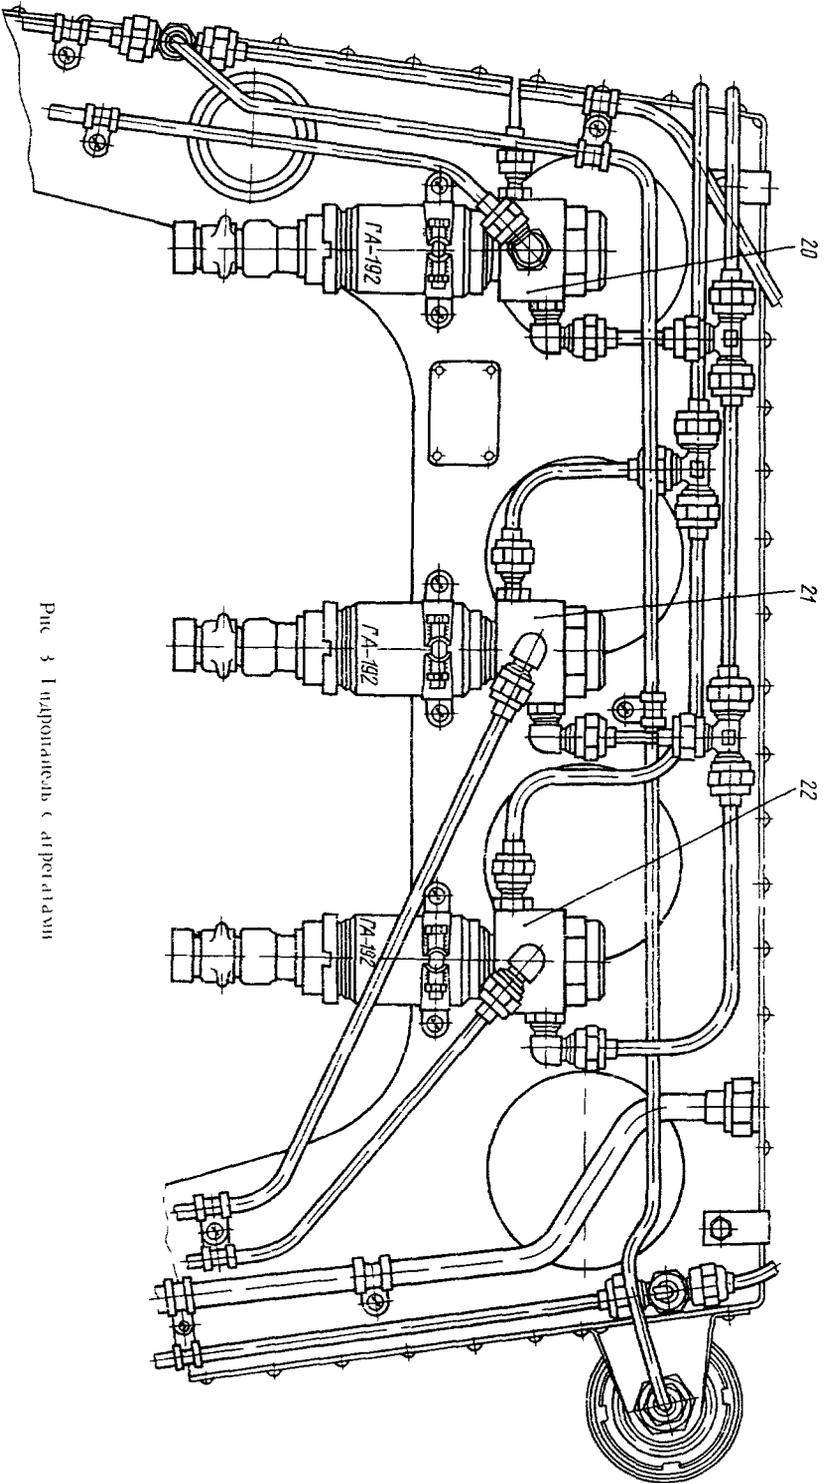

Рис. 3 Установка с дилерским
На гидропанели установлены следующие агрегаты (рис. 3): гидроаккумуляторы основной и дублирующей гидросистемы 3 и 8, гидробак; два фильтра 8Д2.966.017-2 (11 и 13); два фильтра тонкой очистки ФГ 11БН (9 и 14); два автомата разгрузки ГА-77В (16 и 18); два двухпозиционных крана ГА-74М/5 (15 и 19); клапан аварийного питания ГА-59/1 (17); четыре электромагнитных крана ГА-192 (6, 20, 21, 22); дозатор ГА-172-00-2 (5); четыре обратных клапана; сигнализаторы давления МСТ-35А (12) и МСТ-25А (10); два датчика ИД-100 индуктивных манометров ДИМ-100; коллекторы основной и дублирующей гидросистем; трубопроводы и арматура, соединяющая трубопроводы.